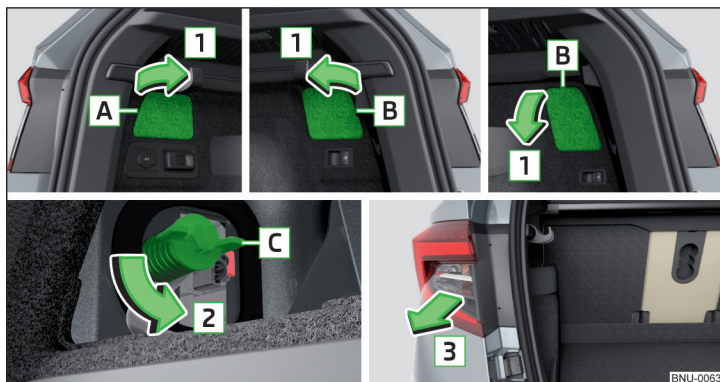

Fig. 343 Desinstalar la variante de apertura para la caperuza / lámpara
- › Abrir la caperuza **A** o **B** correspondiente en el sentido de la flecha **1** » fig. 343. Las variantes de apertura para la caperuza **B** derecha son diferentes según el equipamiento.
- › Enrosque el tornillo **C** en sentido contrario de la flecha **2** » fig. 343.